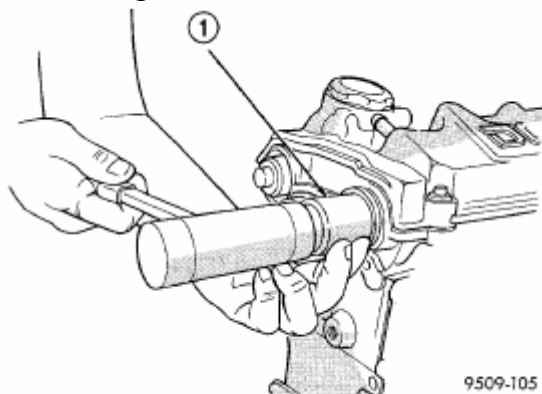

Рис. 14. Установка уплотнения (манжеты) распределительного вала.
(1) На поверхности уплотнения вала не должно быть нагара, грязи или забоин. При необходимости – отшлифовать шкуркой зернистостью 400 ед..
(2) Установить уплотнения (манжеты) распределительного вала в головку цилиндров при помощи приспособления MD-998306 заподлицо с головкой (Рис. 14)